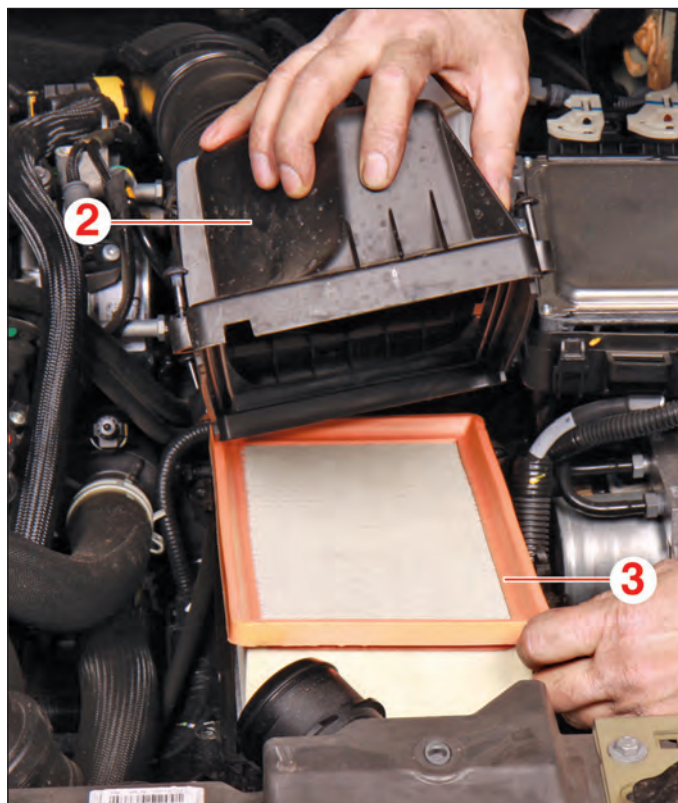

FIG.2
- Soulever le couvercle (2) de filtre à air (Fig.2).
- Déposer le filtre à air (3).